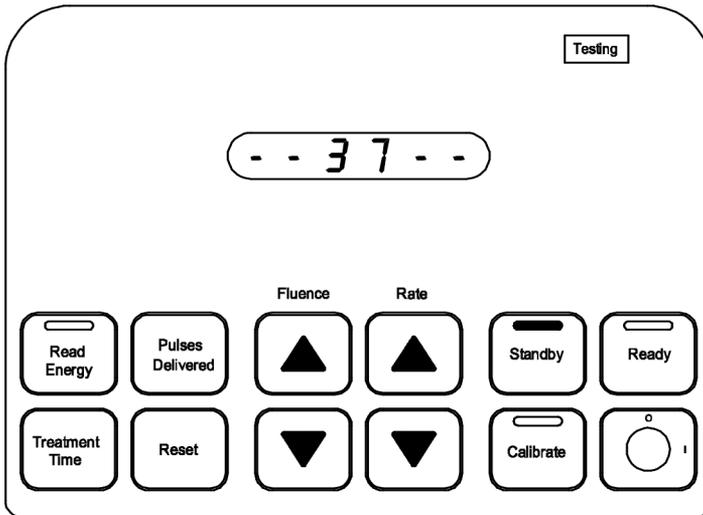

Bild 2
3. I slutet av lamptestet lyser **Standby** och **Testing** (testar) (bild 2). Programvarans versionsnummer visas efter lamptestet.